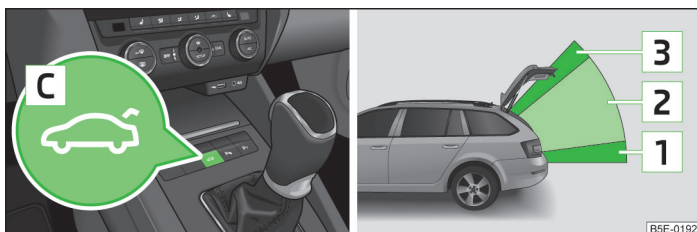

Fig. 22 Operarea capotei / Zone de operare
- Cu tasta **C** din consola centrală » fig. 22.
Sistemul deosebește 3 zone de operare, în care funcția elementelor individuale de comandă se schimbă » fig. 22. De asemenea, se face diferență și între pozițiile finale ale capotei portbagajului - complet închisă în încuietoarea încuiată și complet deschisă.
Ton întrerupt	Deschidere (de la tasta  e pe cheia cu telecomandă sau de la tasta C » fig. 22 la pagina 47)